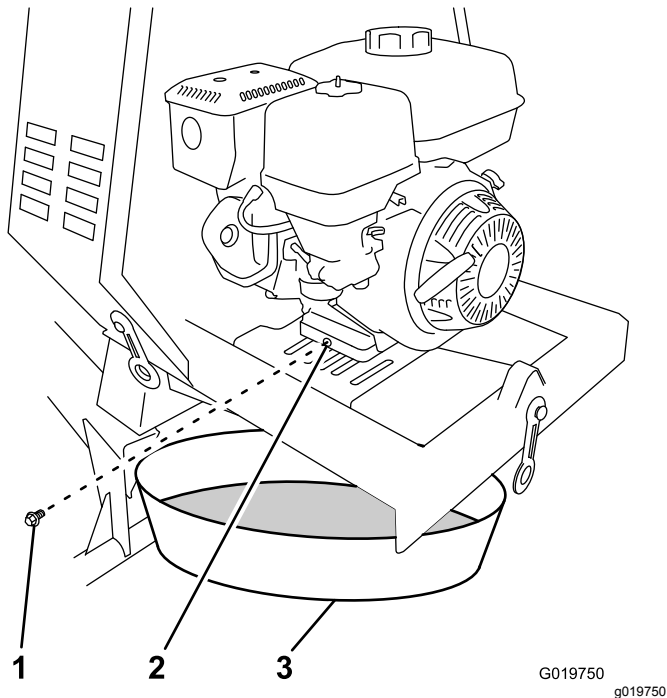

Figura 53
- Coloque un recipiente debajo del orificio de vaciado de aceite del motor (Figura 53).
- Retire el tapón de vaciado y recoja el aceite en el recipiente (Figura 53).
- Cuando se haya drenado completamente el aceite, coloque el tapón de vaciado con una arandela nueva (Figura 53).